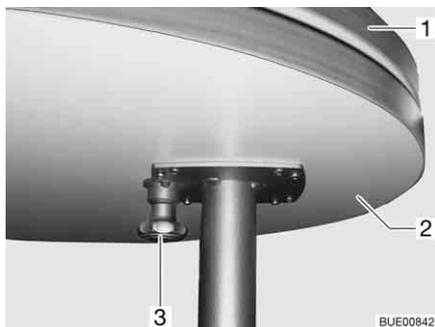
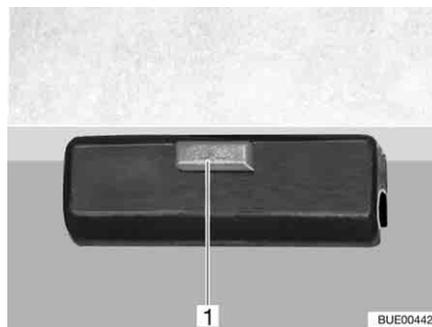

Fig. 99 Acrescento giratório da mesa
Fig. 100 Dispositivo de bloqueio
- Puxe para baixo o botão (Fig. 99,3) do dispositivo de bloqueio e gire para fora o acrescento da mesa (Fig. 99,2).
- Gire o acrescento da mesa (Fig. 99,2) para baixo do tampo da mesa (Fig. 99,1) até ouvir o dispositivo de bloqueio (Fig. 100,1) encaixar.
- Desprenda o dispositivo de bloqueio (Fig. 100,1) no tampo da mesa.